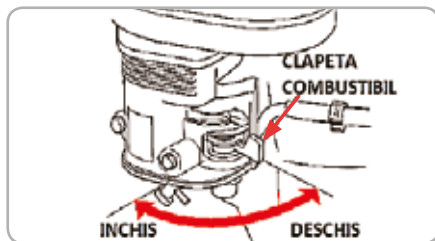

Fig.7
- Mutati clapeta robinetului de combustibil în poziția ON (fig.7)